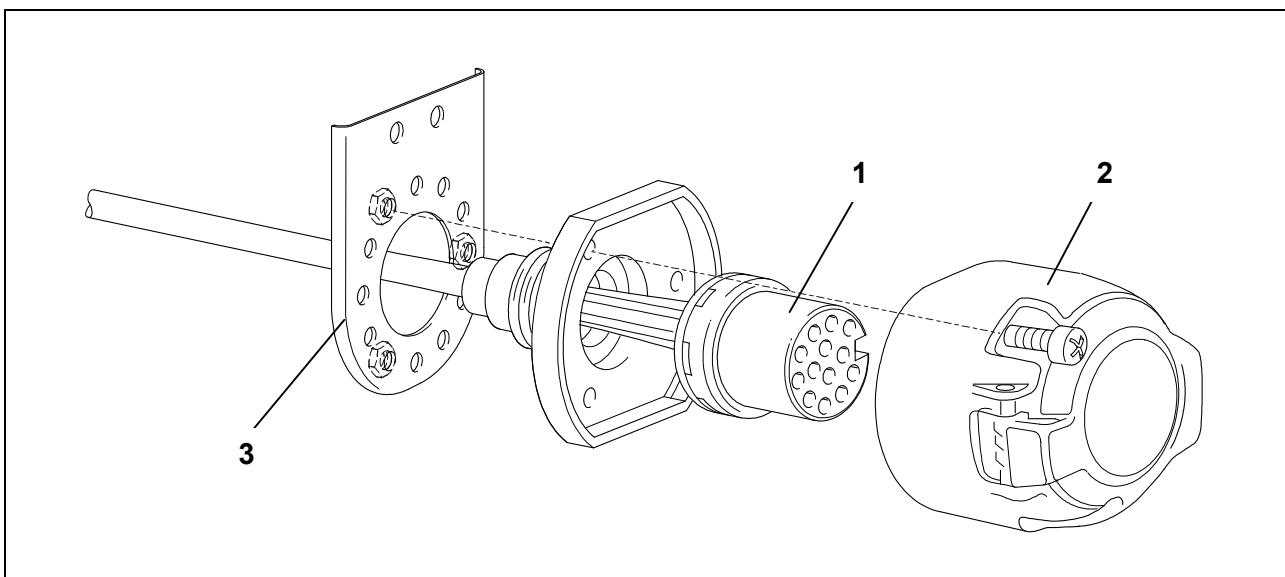

Fig. 2: Monter la prise
7. Enfoncer l'insert de contact (Fig. 2/1) dans le corps de prise (Fig. 2/2) et glisser le joint en caoutchouc contre la prise.
8. Visser la prise à la pièce de fixation (Fig. 2/3) à l'aide des vis pré-montées, couple : 2,0 Nm maxi.